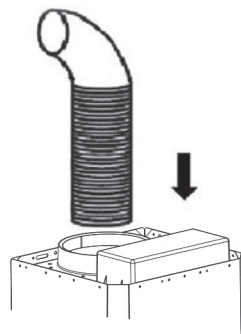

Рис. 12
6. Если вытяжка будет работать в режиме отвода воздуха в вентиляционную шахту, то необходимо установить гибкий воздуховод (рис. 12). Он прикрепляется к переходному антивозвратному клапану, место крепления нужно предвари-